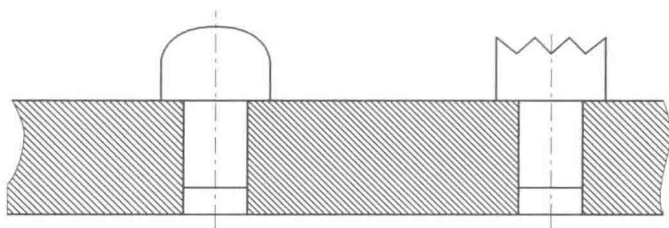
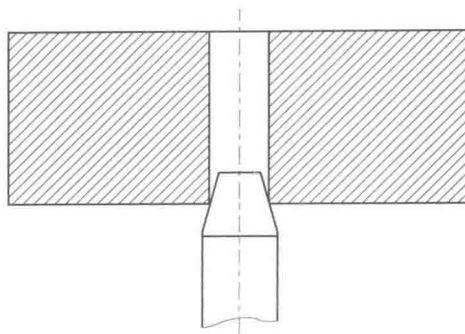

图 4-26 圆顶支承和锯齿面支承
图 4-28 用于工件圆孔大小有变动，但要求以孔中心精确定位的场合
③ 点定位：一个点可以限制一个方向的移动，一般作为空间定位第三基准。实际的应用以圆弧的顶点或极小平面来代替点定位，如图 4-26 ~ 图 4-28 所示。